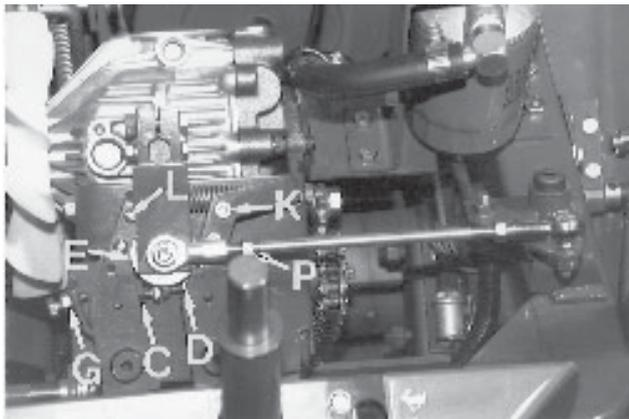

Fig6
A - NEUTRAL: Hydrostat linkage neutral adjustment (Fig.6 & 7).
### B - FWD/RVS PEDAL NEUTRAL (Fig.6 & 7)
overbrengingsmechanisme neutrale afstelling (Afb.6 & 7).
### B - VOORUIT/ACHTERUIT PEDAAL NEUTRAAL (Afb.6 & 7)
A - POINT MORT: Réglage de point mort du dispositif de liaison Hydrostatique (Fig.6 & 7).
### B - POINT MORT DE PÉDALE DE MARCHÉ AVANT/ARRIÈRE (FWD/RVS) (Fig.6 & 7)
### C - FORWARD: High speed adjustment (Fig. 6 & 7)
### D - REVERSE: High speed adjustment (Fig.6 & 7)
#### C - VOORUIT: Afstelling hoge snelheid (Afb. 6 & 7)
#### D - ACHTERUIT: Afstelling hoge snelheid (Afb. 6 & 7)
**C - MARCHE AVANT: Réglage à grande vitesse (Fig. 6 & 7)**
**D - MARCHE ARRIERE: Réglage à grande vitesse (Fig.6 & 7)**